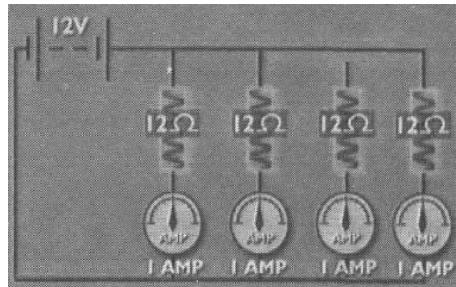

图 3-52 示宽灯电流的检测
- ① 并联电路各灯互不干扰, 因此, 有某灯烧坏不影响其他电路工作。
- ② 汽车采用并联电路, 并且用车身铁架作另一导线(搭铁), 以节省导线。
(3) 电流的测量, 如图 3-52 所示, 各灯电流的测量步骤如下:
- ① 将万用表调到直流电流 20 A 挡。
- ② 分别测量各示宽灯。
- ③ 测量总电流。